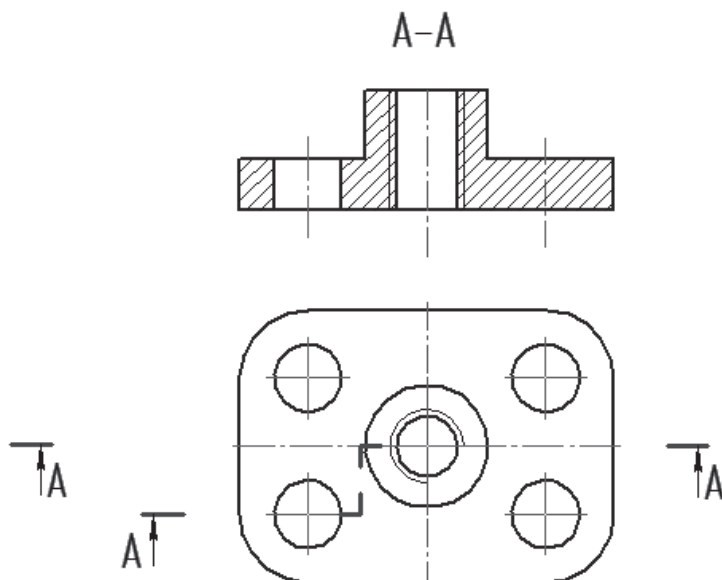

Рис. 80
8. Заштриховать нужные области  и построить осевые (рис. 80).